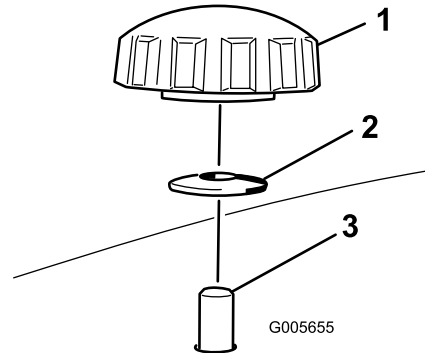
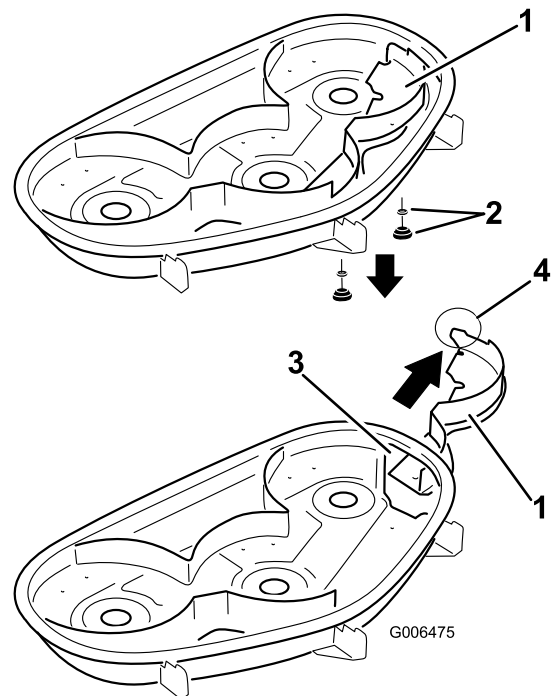

Figura 31
Figura 32
- 4. Retire los 2 pomos y las arandelas curvas que sujetan el deflector derecho al cortacésped, según se muestra en Figura 31.
- 5. Retire el deflector derecho y baje el deflector de hierba sobre el orificio de descarga, según se muestra en Figura 32 y Figura 31.
5. Coloque el deflector derecho debajo de la carcasa de corte y fíjelo usando 2 pomos y arandelas curvas (cara ahuecada hacia el cortacésped) según se muestra en Figura 31 y Figura 32.